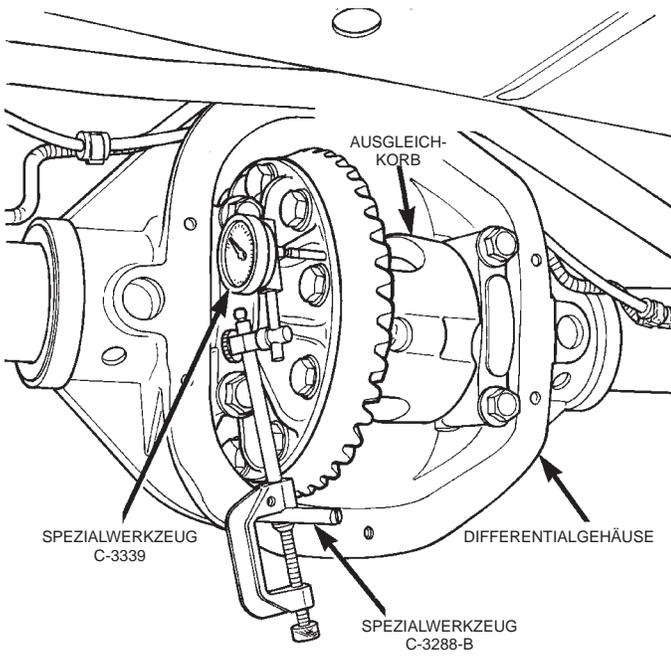

Abb. 68 Axialspiel der Differentiallager messen
(8) Führungsstange C-3288-B in die Bohrung unterhalb des Tellerrads (am Flansch des Gehäuses) einschrauben (Abb. 68).
(9) Meßuhr C-3339 an der Führungsstange C-3288-B befestigen. Meßtaster auf eine flache Stelle zwischen den Köpfen der Tellerradschrauben aufliegen (Abb. 68).
(21) Meßtaster auf eine flache Stelle zwischen den Köpfen der Tellerradschrauben auflegen (Abb. 68).